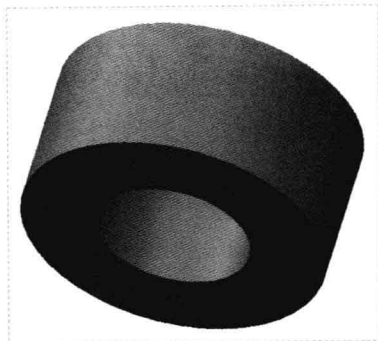

图 11-11 装配第一个零件
Step 06 单击“元件放置”选项卡中的“应用并保存在特征工具中所做的所有更改，然后关闭工具对话框”按钮, 装配第一个零件，如图 11-11 所示。